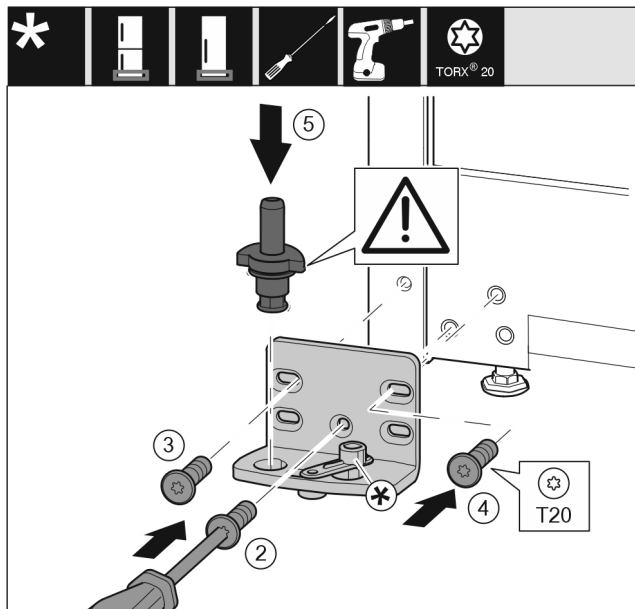

Fig. 22 *
- ▶ Nasadte stojan ložiska na druhé straně a přišroubujte pomocí šroubováku. Začněte šroubem Fig. 22 (2) dole uprostřed.*
- ▶ Utáhněte šroub Fig. 22 (3) a šroub Fig. 22 (4).*
- ▶ Zcela vložte ložiskový čep Fig. 22 (5). Přitom dávejte pozor, aby zajišťovací vačka směřovala dozadu.*
- ▶ Nasadte stojan ložiska na druhé straně a přišroubujte pomocí šroubováku. Začněte šroubem (2) dole uprostřed.*
- ▶ Utáhněte šroub (3) a šroub (4).*
- ▶ Zcela vložte ložiskový čep (5). Přitom dávejte pozor, aby zajišťovací vačka směřovala dozadu.*